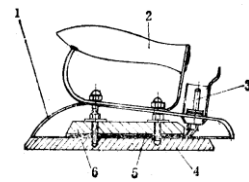

图 4-2 普通型电熨斗
2) 使用时应注意控制电熨斗的温度。使用普通型电熨斗(图 4-2)要根据衣物纤维种类和经验控制通电时间，以保证电熨斗的温度适宜。使用调温型电熨斗要将调温旋钮旋放至于衣物纤维名称相同的位置，以防止温度过高，烫坏衣物或出现火灾事故。当调温型电熨斗的恒温器失灵后要及时维修，否则温度无法控制，容易引起火灾。